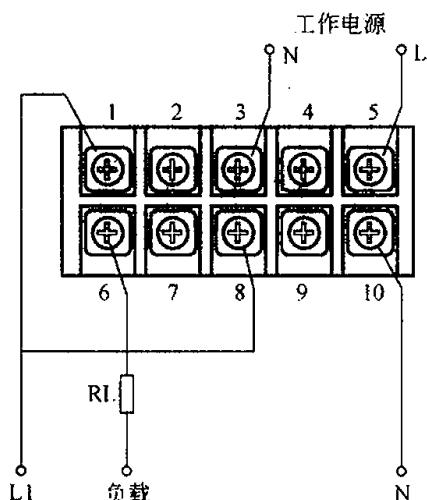

图 97 SHD1636 I / SHD1646 I 数字功率表接线图
97. SHD1636 I / SHD1646 I 数字功率表接线图（见图 97）